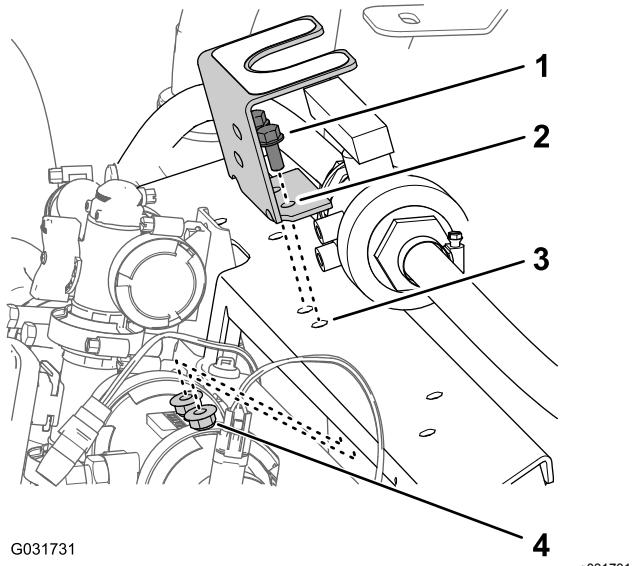

Figura 229
1. Alinee los orificios del soporte de montaje para la válvula de bola que retiró en el paso 4 de Desconexión del kit opcional de cumplimiento UE (página 23) con los orificios del bastidor del distribuidor que realizó en Perforación del bastidor del distribuidor (página 108), tal y como se muestra en Figura 229.
- Monte el soporte de montaje al bastidor del distribuidor (Figura 229) con los 2 pernos con arandela prensada (5/16" x 3/4") y las contratuerca con arandela prensada (5/16") que retiró en el paso 4 de 9 Desconexión del kit opcional de cumplimiento UE (página 23).